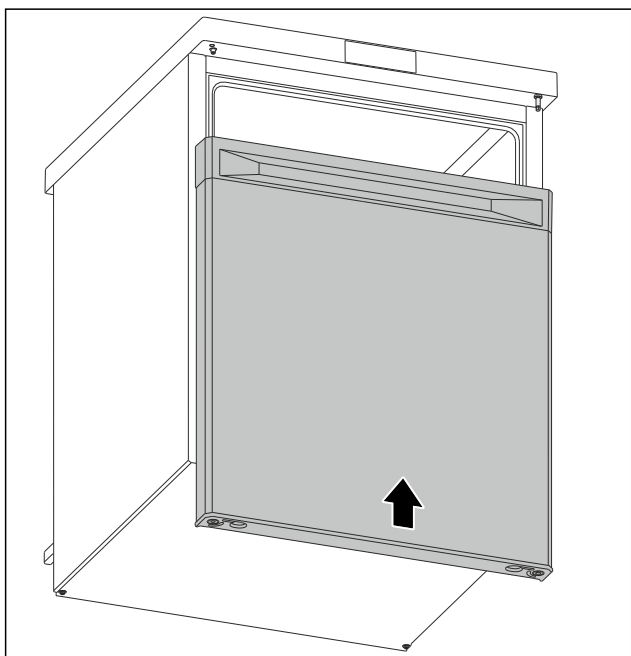

Fig. 15
- ▶ Надвиньте дверь в закрытом состоянии на верхний болт. (см. *Fig. 15*)